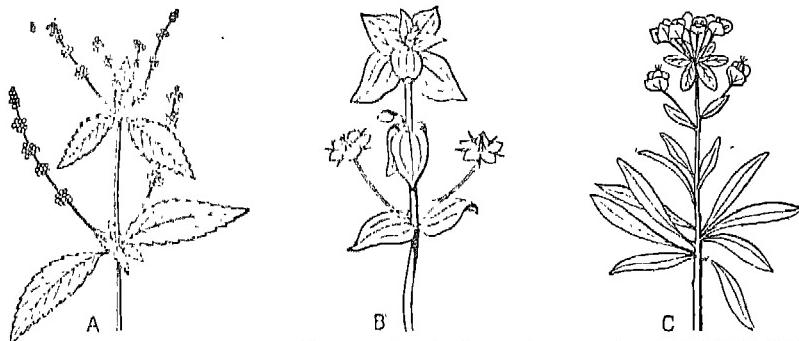

Fig. 8. — Trois plantes, mortelles pour les Lapins, qui poussent abondamment dans les jardins mal satisfaits. A. Mercuriale. B. Moluron rouge. C. Euphorbe.
Certaines plantes empoisonnent les Lapins, notamment : Mignon rouge, Mercuriale, Euphorbe (fig. 8), Ciguë, Gaillet, etc., toutes plantes que vous devez apprendre à connaître.
1. Voir *Leçons de Sciences au Cours moyen*, Delagrave, éditeur, page 94 (fig. 8).